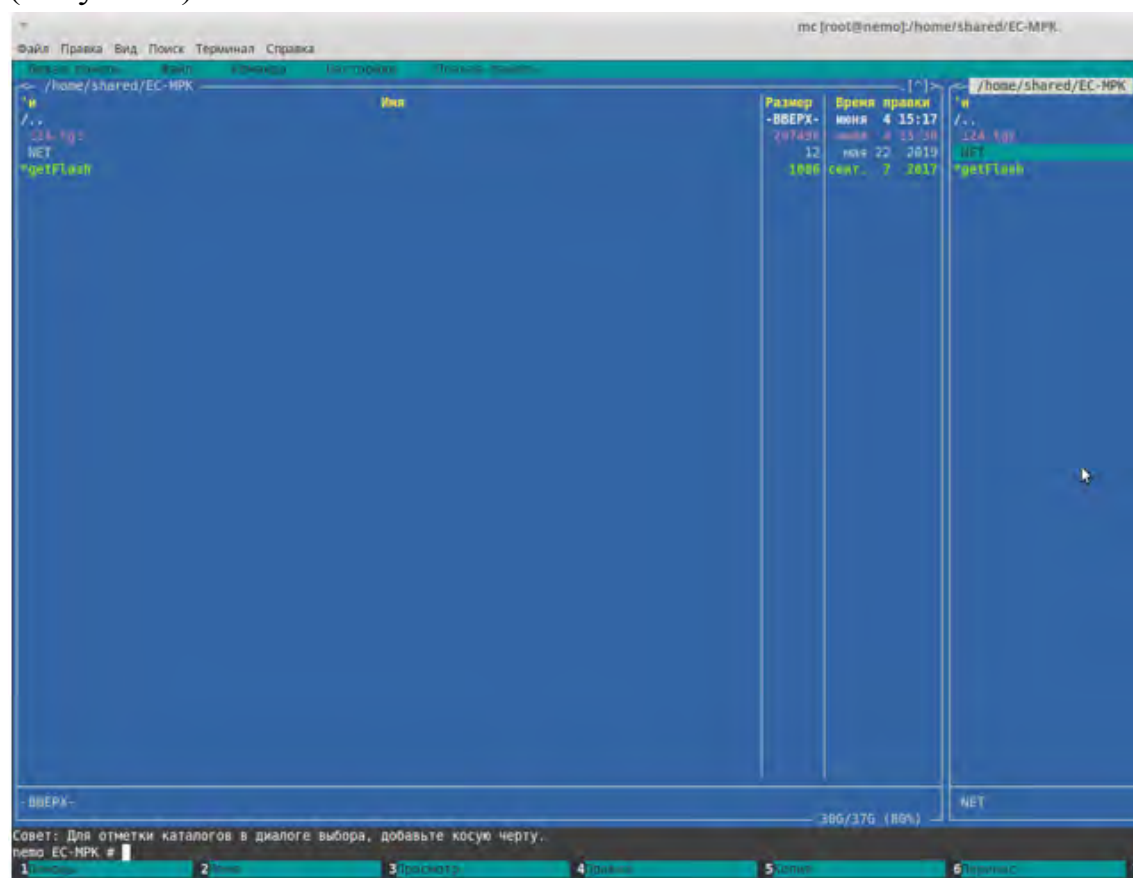

Рисунок 7. Архивный файл резервного КТС УК.
7.1.9. После окончания копирования появится архивный файл с именем в виде окончания IP адреса резервного контроллера КТС УК «124.tgz» (Рисунок 7).